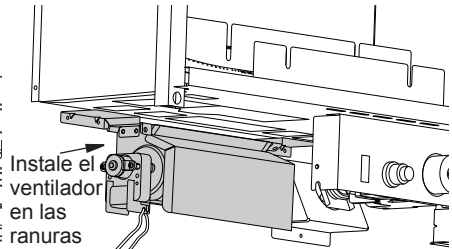

Figura 8 - Posicionamiento conjunto del ventilador de shell junta
3. Definir plano del ventilador y conectar a dos soportes de placa shell. Asegúrese de ventilador se instala en las ranuras (consulte la Figura 8).